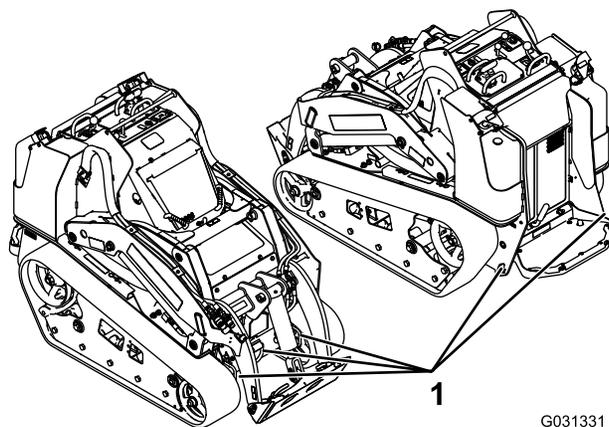

Figura 31
8. Utilizzate gli anelli di ancoraggio in metallo sulla macchina per fissare saldamente la macchina al rimorchio o all'autocarro con fascette, catene, cavi o funi (Figura 31). Fate riferimento ai regolamenti locali per i requisiti di ancoraggio.
Potete sollevare la macchina utilizzando gli ancoraggi/anelli di sollevamento come punti di sollevamento; fate riferimento a Figura 31.